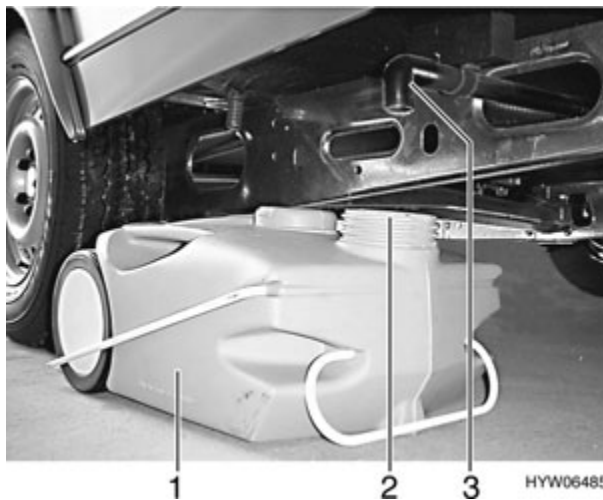

Fig. 19 Réservoir d'eaux usées, mobile
Le réservoir d'eaux usées (Fig. 19,1) est conservé dans le compartiment à bouteilles de gaz de la caravane durant le voyage. Le tuyau d'évacuation (Fig. 19,3) se trouve dans le plancher du véhicule, du côté gauche dans le sens de marche.
- Avant d'utiliser le circuit d'eau, placer l'ouverture du réservoir d'eaux usées (Fig. 19,2) sous le tuyau d'évacuation.